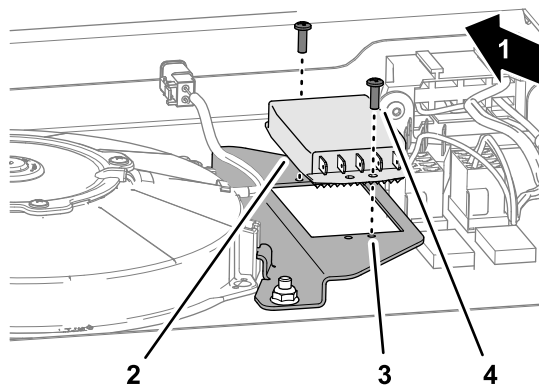

Рисунок 6
- Совместите регулятор частоты вращения вентилятора с фланцем длинного монтажного кронштейна вентилятора так, чтобы электрические клеммы были обращены в направлении задней стороны машины (Рисунок 6).
- Прикрепите регулятор частоты вращения вентилятора к фланцу длинного монтажного кронштейна вентилятора (Рисунок 6) с помощью двух самонарезающих винтов (№ 8 x 3/8 дюйма).